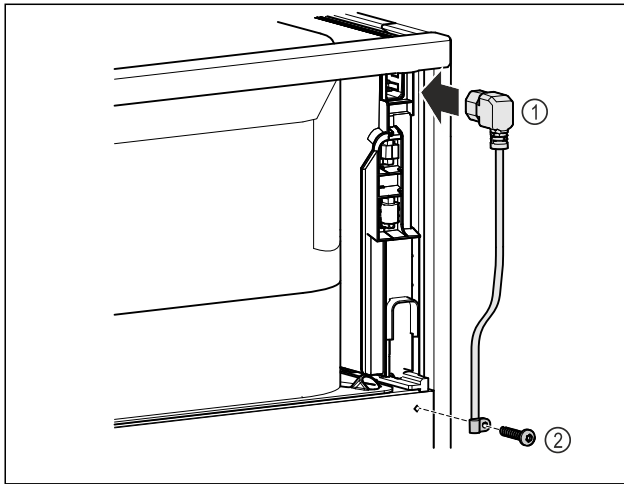

Fig. 9
- ▶ Au dos de l'appareil, brancher la prise pour appareil froid du câble d'alimentation Fig. 9 (1).
- ▶ Monter le serre-câble. Fig. 9 (2)